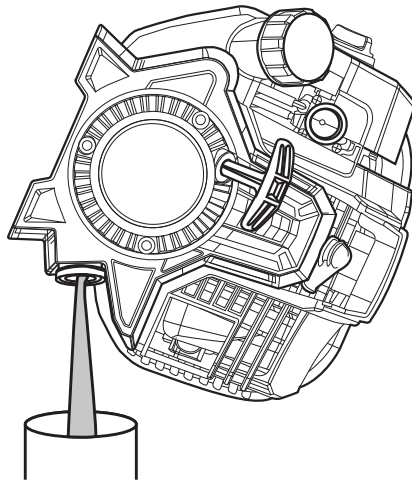

Fig. 22
3. Inclíne el equipo de manera vertical para vaciar el aceite del depósito hacia un recipiente (Fig. 22). Deje pasar tiempo suficiente para que se drene por completo.